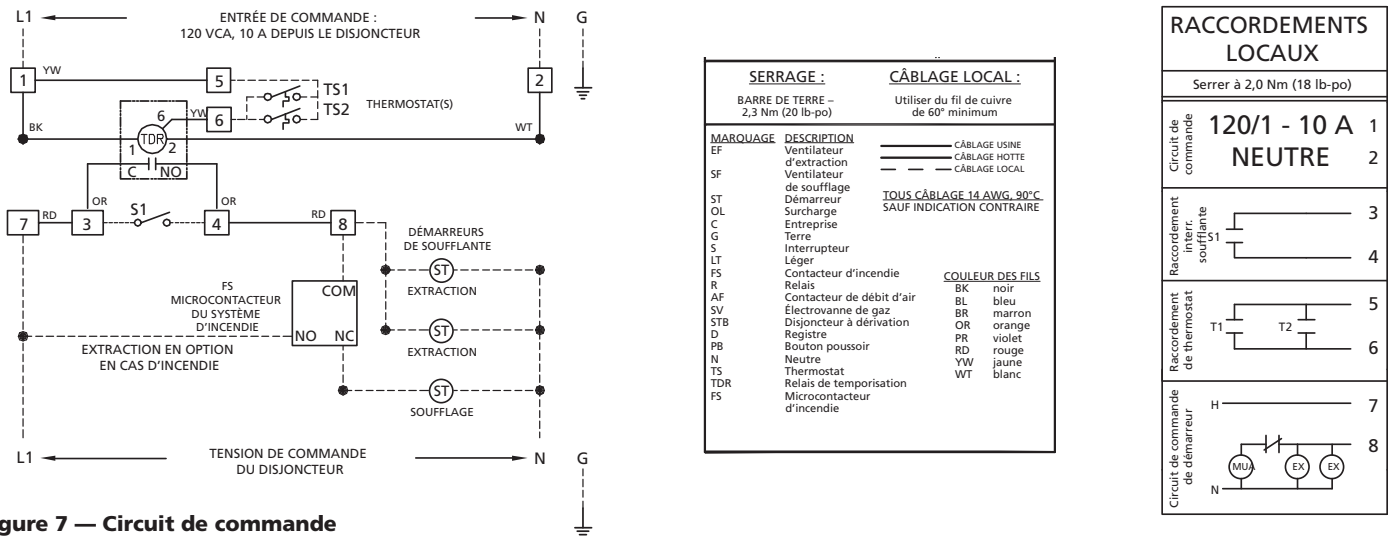

Figure 7 — Circuit de commande
1. Tirer deux conducteurs noirs de 14 AWG, 90°C minimum, dans le conduit depuis chaque thermostat jusqu'aux raccordements de circuit électrique correspondants (voir les options de raccordement à l'étape 3 et la Figure 7).
3. Effectuer le raccordement final sur les bornes 5 et 6 dans la boîte de jonction sur le dessus de la hotte/armoire utilitaire. Voir la Figure 7.
DU TABLEAU DE DISTRIBUTION AU BOÎTIER DE COMMANDE (VOIR FIGURE 7)
- c. Circuit de commande 120 V, 24 V ou autre (voir Figure 7 à la page 3)